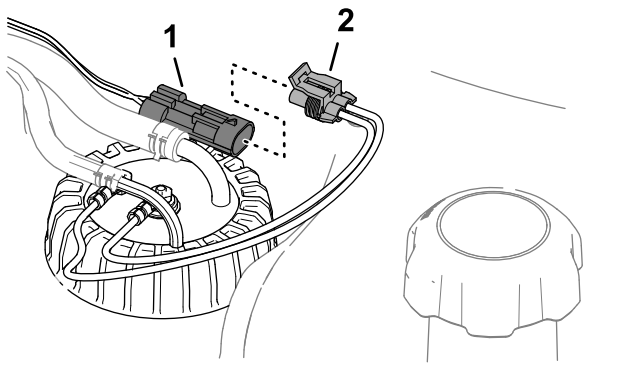

Figure 119
3. Débranchez le connecteur à 2 douilles du faisceau du transmetteur de niveau de carburant du connecteur à 2 broches du faisceau de la machine (Figure 119).